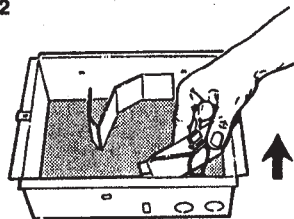

FIG. 3
3. Hold housing level and mark wall through the two (2) mounting holes. Also trace the lower right-hand corner of the housing on the wall. (FIGS. 3 & 4)
3. Mantenga la caja horizontal y marque la pared a través de los dos (2) agujeros de montaje. También marque en la pared el extremo inferior derecho de la caja. (FIGS. 3 & 4)